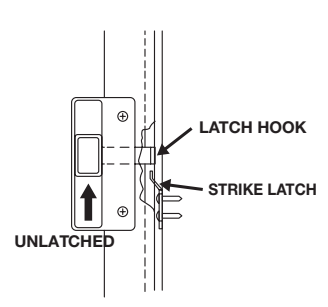

Fig. 7
- B. Place strike latch at frame jamb. Align top of strike latch slightly below latch hook as shown in **(Fig. 7)**. Mark screw hole locations. Drill pilot holes using 3/32" bit.
B. Coloca la placa hembra del pestillo en la jamba del marco de la puerta. Alinea la parte superior de la placa hembra del pestillo ligeramente debajo del gancho del pestillo como se muestra en las (Fig. 7). Marca los orificios para los tornillos. Taladrar orificios piloto con broca de 3/32".